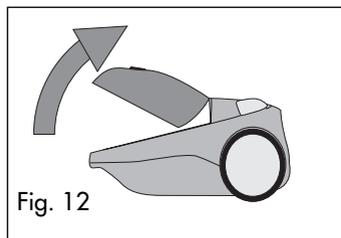
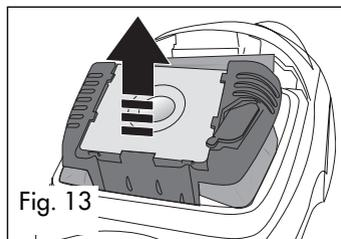

Fig. 12
Fig. 13
Per cambiare il sacco carta, premere il pulsante di apertura vano raccogli-polvere (M) e alzare il coperchio (fig. 12), estrarre il supporto sacco carta (fig. 13), sfilare il sacco carta e gettarlo. Infilare il nuovo sacco carta nelle guide previste, rispettando la direzione della freccia (fig. 14a) e spingerlo fino in fondo.